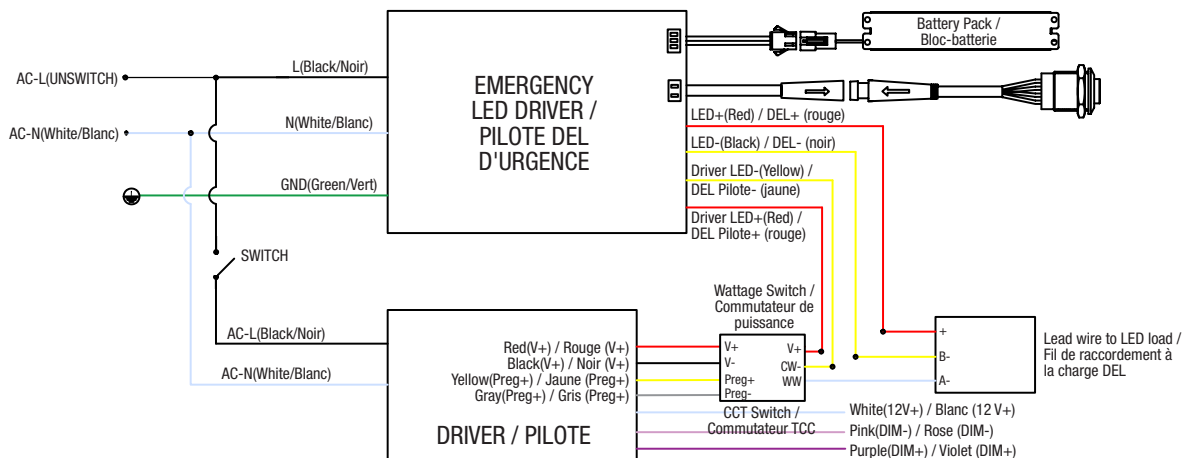

Fig 12
5. Connect the LED driver output wiring to the Emergency LED driver. Connect the output of the Emergency LED driver (LED-, LED+) to the LED strip (LED Module) as shown in Fig 12.
5. Raccordez les fils de sortie du pilote DEL au pilote DEL d'urgence. Raccordez les bornes de sortie du pilote DEL d'urgence (DEL-, DEL+) à la bande DEL (module DEL) comme indiqué sur la figure 12.